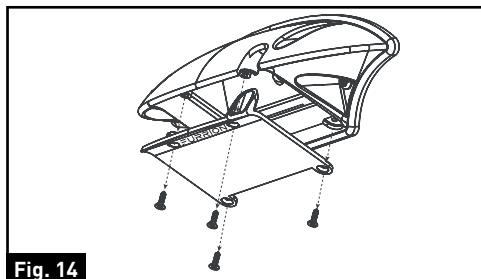

Fig. 14
6. Si vous installez uniquement le support de montage, fixez le câble d'alimentation de la caméra à l'intérieur du support et fixez le couvercle. (Fig. 14)